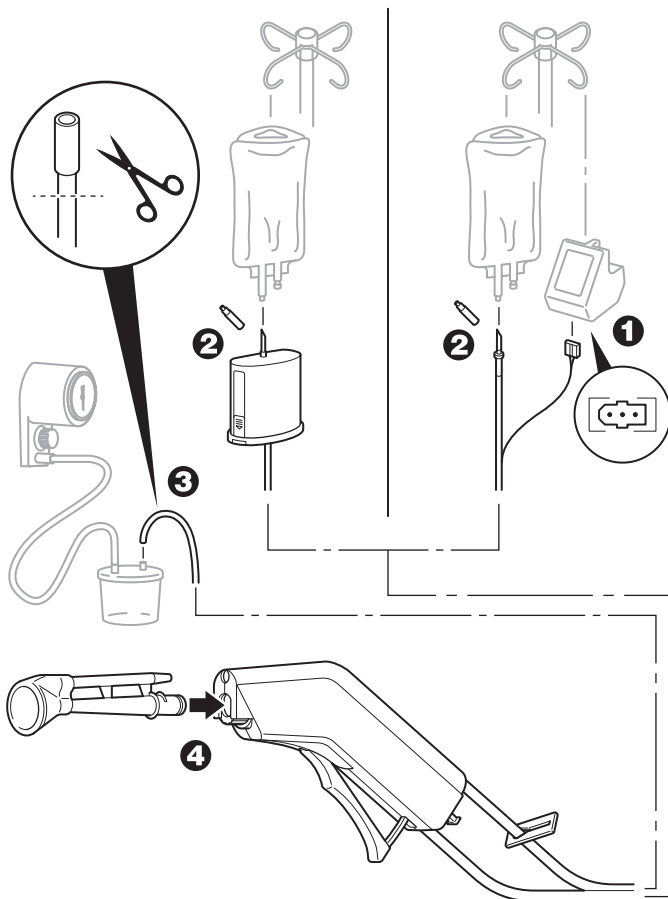

Figura 1 – Montaggio del manipolo
1. Se si usa un manipolo con gruppo alimentatore ricaricabile, inserire il connettore del cavo di alimentazione del manipolo nella presa del gruppo alimentatore ricaricabile InterPulse REF 0211-022-000 (figura 1). Consultare le istruzioni per l'uso fornite unitamente al caricabatterie del gruppo alimentatore InterPulse.